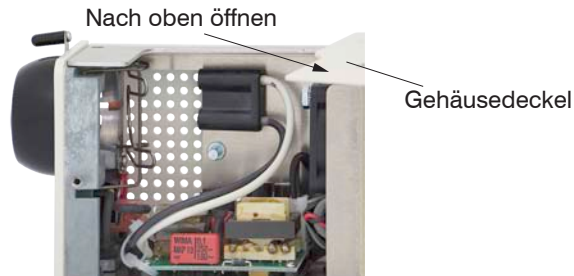

Abb. 10 Öffnen des Gehäusedeckels
- ➡ Öffnen Sie den Gehäusedeckel nach oben, damit Sie Zugriff auf die Xenon-Lampe haben, siehe Abb. 10.